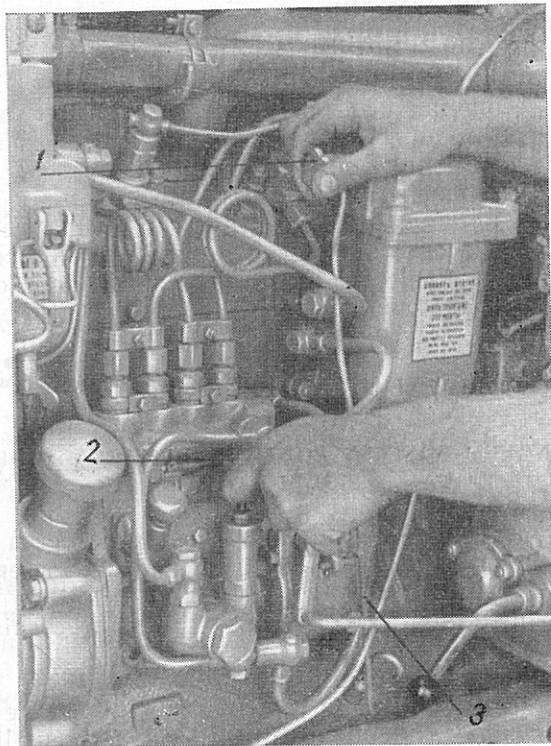

Fig. 10. Remplissage du système d'alimentation du moteur avec du combustible
3. Vérifier si le système d'alimentation est rempli de carburant et pour cela: ouvrir la valve 1 (fig. 10) sur le chapeau du filtre fin à combustible, desserrer la poignée 2 de la pompe à main et refouler le combustible à la pompe à main à travers le système jusqu'au moment où le combustible découle du tube de vidange 3 sans bulles d'air, après quoi refermer la valve et resserrer bien la poignée.